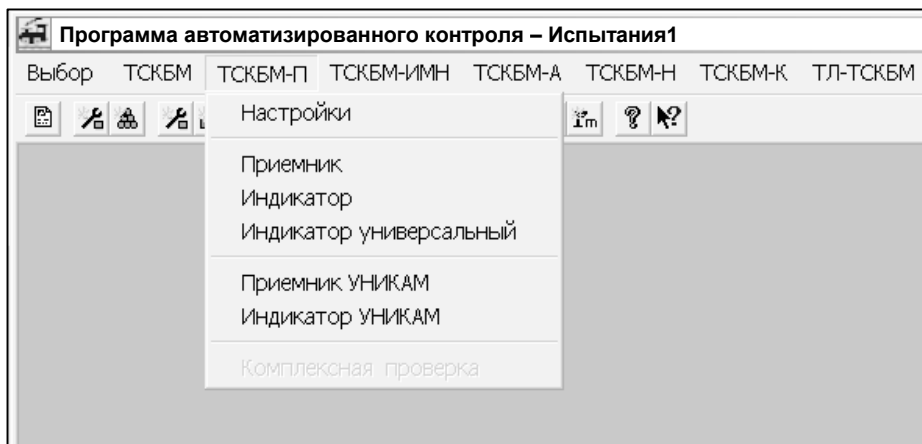

Рисунок 2.7 - Меню Испытания \ ТСКБМ-П \ Приемник
- 1) В меню Испытания программы Board откройте пункт \ТСКБМ-П\Настройки, см. рисунок 2.7.